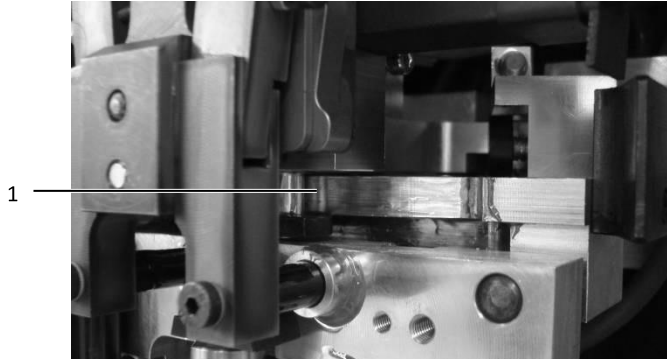

Abb. 22: Werkzeugschlitten
- Schmieren Sie die Berührungsfläche (Abb. 22, Pos. 1).